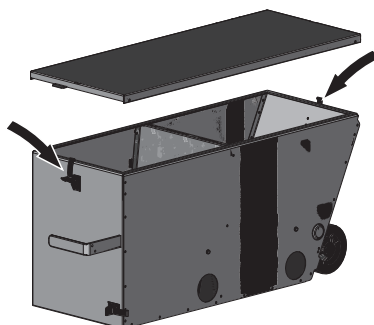

Fig. 35 Allentare le chiusure flangiate, rimuovere il coperchio e svuotare il contenitore cenere
- ▶ Allentare entrambe le chiusure flangiate nella parte superiore del coperchio, rimuovere il coperchio e svuotare il contenitore cenere – Fig. 35.